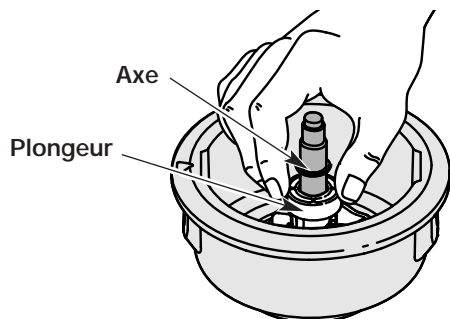

Fig. 51
5. Nettoyez l'axe et la surface intérieure de la bobine extérieure. Pour nettoyer l'axe dissimulé sous le plongeur, appuyez sur celui-ci (Fig. 51). Enlevez toute trace de saleté et de débris de l'axe.